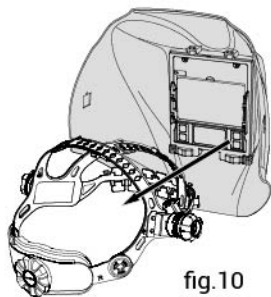

fig.10
- Retirez complètement le harnais d'origine (voir fig.10).